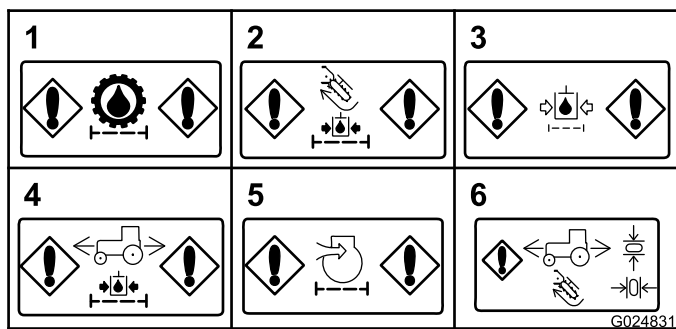

Figura 33
- **Ostruzione del filtro di carica idraulica (trasmissione):** questo messaggio viene visualizzato se il filtro di carica idraulica per la trasmissione è ostruito (Figura 33).
- **Ostruzione del filtro di carica idraulica (accessori):** questo messaggio viene visualizzato se il filtro di carica per il circuito idraulico è ostruito (Figura 33).
- **Ostruzione del filtro di ritorno idraulico:** questo messaggio viene visualizzato se il filtro di ritorno idraulico è ostruito (Figura 33).
- **Ostruzione del filtro di carica idraulica (motorino di trazione):** questo messaggio viene visualizzato se il filtro di carica idraulica per il motorino di trazione è ostruito (Figura 33).
- **Ostruzione del filtro dell'aria (motore):** questo messaggio viene visualizzato quando il filtro dell'aria richiede assistenza (Figura 33).
- **Indicatore di riposizionamento in folle:** questo indicatore viene visualizzato se si inizia un'operazione che richiede il riposizionamento del joystick o del pedale della trazione in folle. Riposizionate il joystick o il pedale della trazione in folle prima di continuare l'operazione (Figura 33).